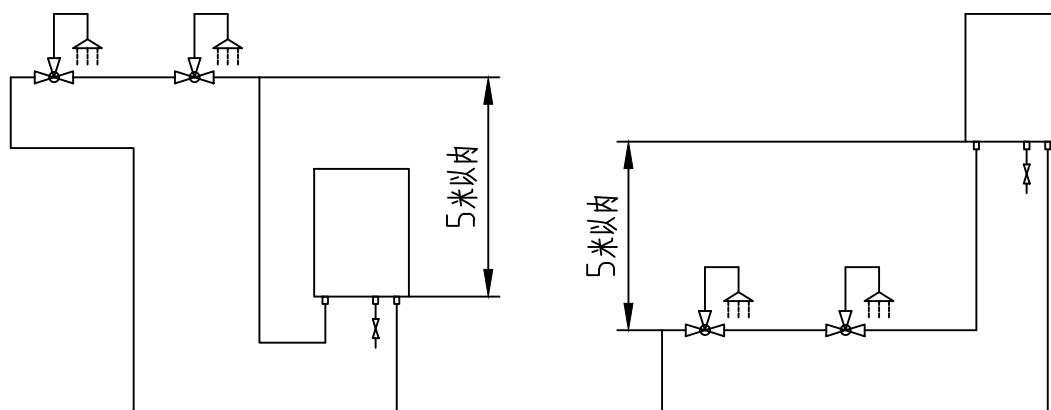

图17
- 从燃气热水器出口到末端热水龙头处的循环配管的高低落差应在5米以内（如下图17）。